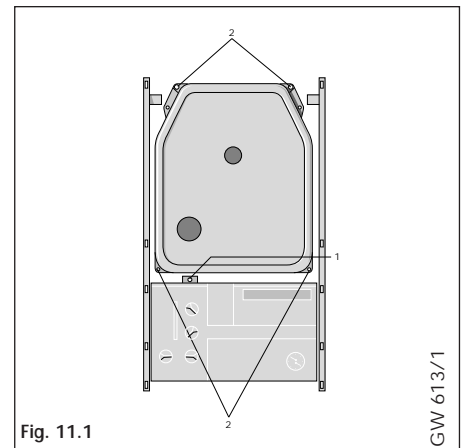

Fig. 11.1
- Aflojar el tornillo (1, fig. 11.1) y abatir el panel de mando
- Quitar los tornillos (2, fig. 11.1) y retirar la tapa de la cámara de combustión